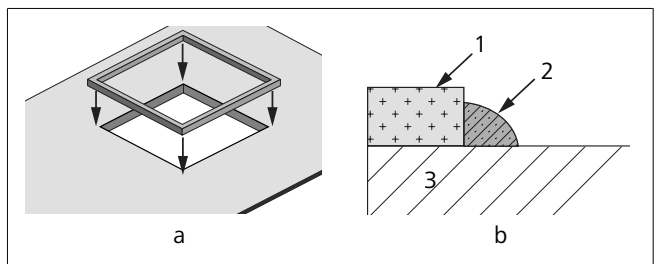
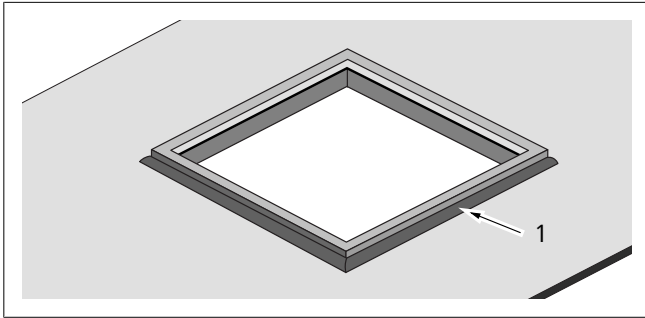

Fig. 14 CTT35, colocación de la junta en un recorte de tamaño 360 x 360 (sin bastidor adaptador)
Fig. 15 Aplicación del sellador (solo en caso de colocación de la junta sobre un recorte de tamaño 360 x 360 (sin bastidor adaptador))
1. Retire el papel de soporte y pegue la junta al techo (recorte de tamaño 360 x 360). Véase la Fig. 14 a y b.
3. Para evitar fugas, aplique sellador autonivelante para techos de vehículos recreativos alrededor de la junta. Véase también la Fig. 14 b y la Fig. 15.